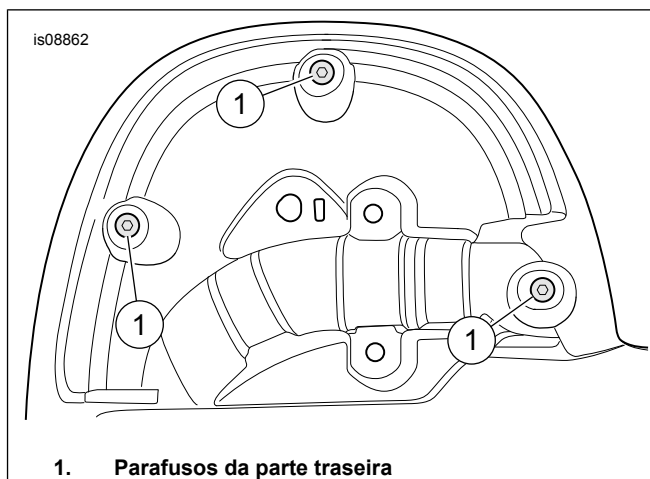

Figura 1. Parafusos da parte traseira
1. Ver Figura 1 . Na parte de trás de uma das carenagens, remova os parafusos traseiros (1).